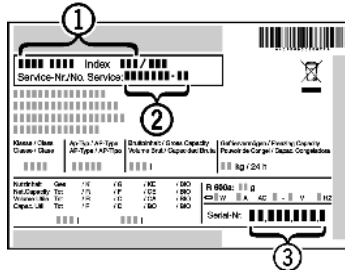

Fig. 11
▶ Označení přístroje Fig. 11 (1), servisní číslo Fig. 11 (2) a sériové číslo Fig. 11 (3) naleznete na typovém štítku. Identifikační typový štítek je umístěn na levé vnitřní stěně přístroje.
- ▶ Informujte zákaznický servis a sdělte poruchu, označení přístroje Fig. 11 (1), servisní číslo Fig. 11 (2) a sériové číslo Fig. 11 (3).